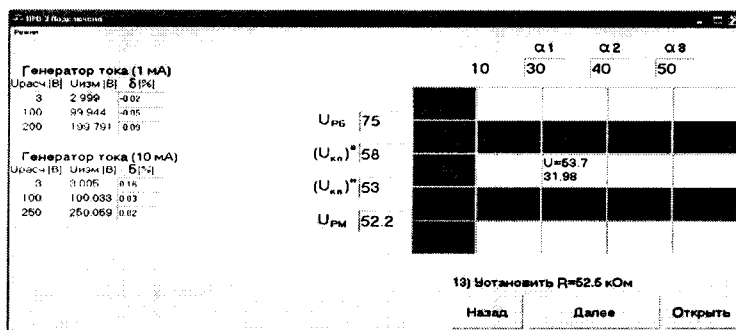

Рисунок 7.7.4-3
7.7.6.5 Установить значение сопротивления магазина 52,50 кОм и нажать левой кнопкой мыши на кнопку “Далее”. В ячейке таблицы, (рисунок 7.7.4-4) отобразятся значения $U_{\text{кл}}$ и α , которые должны находиться в пределах*: